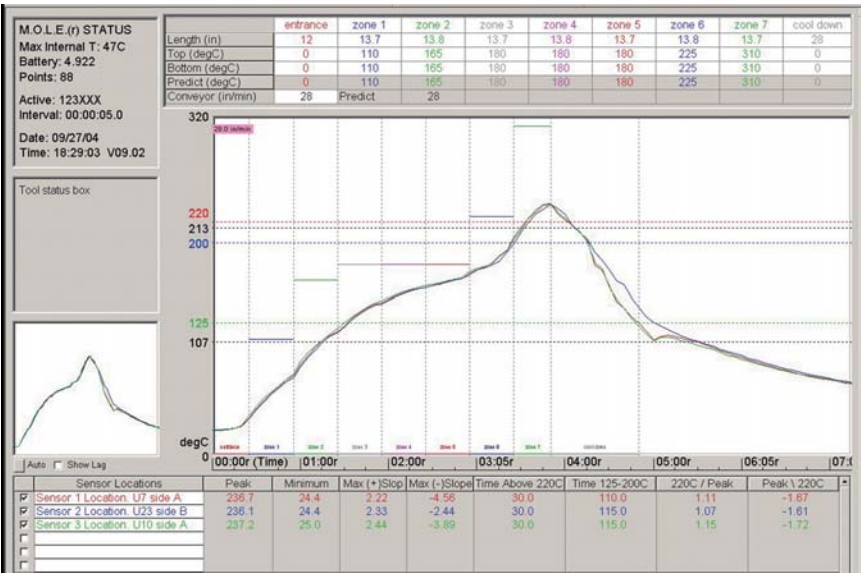
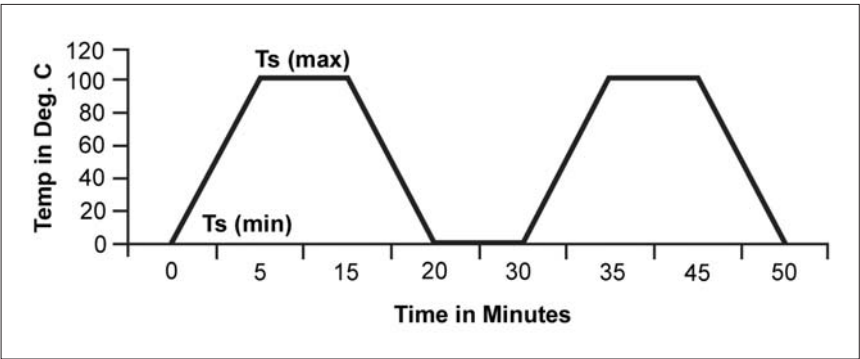

图 3. 无铅 (Pb) 焊料的 RSS 温度曲线 [峰值温度: 237 °C; 220 °C 以上的时间: 30 秒; 均热时间 (120-200 °C): 115 秒]
图 5. 温度循环曲线 TC1 0 °C 至 100 °C 容差, ± 5 °C。
- 图 3 所示的 RSS 温度曲线是为无铅 (Pb) 焊料推荐的
这个实验选出的一个最差情况的 PCB 设计是按照 IPC-9701 要求采用 3.175 mm [0.125 英寸] 厚度的 16 层 FR-4 电路板的设计 (图 3)。每个层叠由两层 35µm [0.5 盎司] 的外部铜层，以及 14 层 12µm [0.5 盎司] 的内部铜层组成。FR-4 的每个绝缘层之间为 231µm [7,709µin]。来自两侧的交替信号、电源和接地层的每层分别有 40 %、70 % 和 70 % 的铜覆盖。PCB 上的菊链布局概念有利于每个焊点的电阻测量。按照 IPC-9701 指南的要求，每个焊点需按照图 5 所示的温度曲线承受 3,000 次温度循环。PolarPAK 通过了 3,000 次循环测试，焊点失效为零，满足了由 IPC 规定的无铅 (Pb) 焊点指南的要求。(该项研究的其他详细信息请参阅 AN610 “PolarPAK 焊点的可靠性。”)